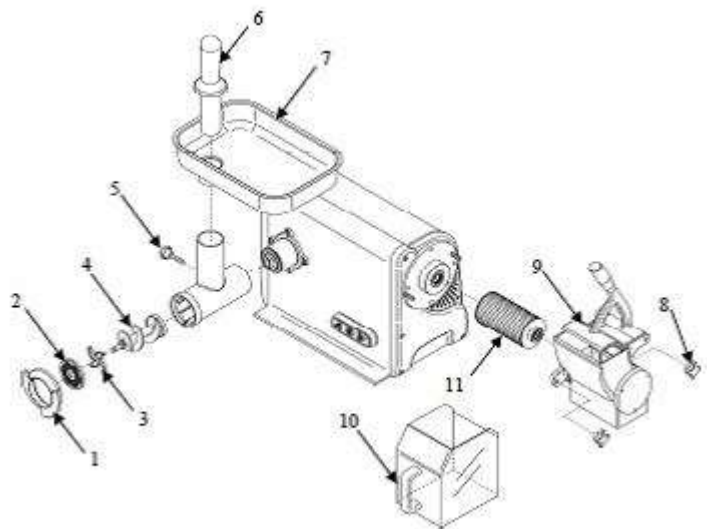

Рис. 10b – Модель TCG в разобранном виде
6.2.3 Чистка приемного отверстия терки (см. рис. 10b)